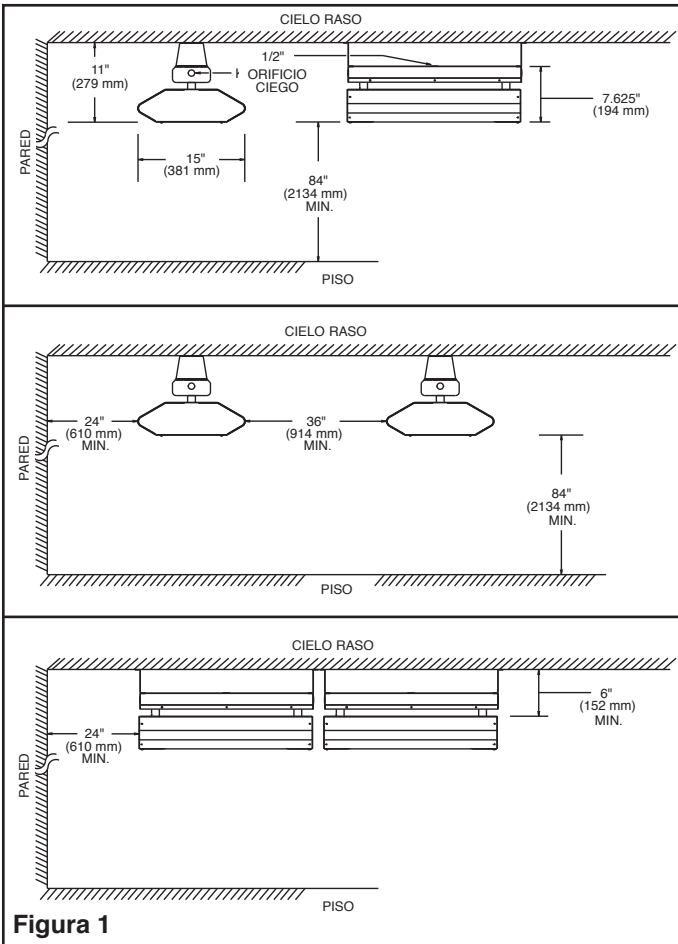

Figura 1
5. Deben mantenerse las separaciones mínimas según especificadas en la Figura 1. Mantener el material combustible tal como cajas, cajones, etc. alejados del calentador.
Limitaciones de montaje – Para las limitaciones de montaje referirse a la Figura 1. Observar todas las dimensiones mínimas desde los cielos rasos, paredes, piso y material combustible.